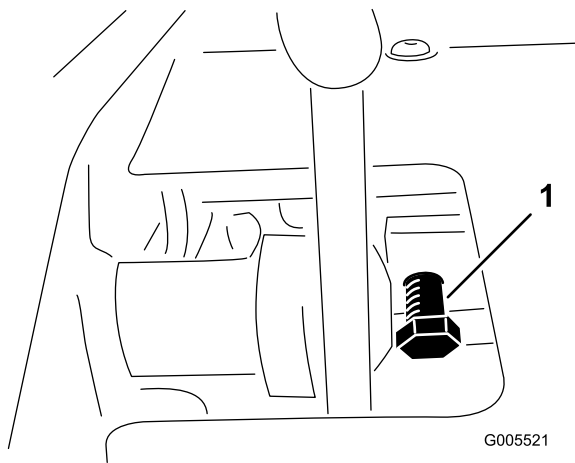

Bild 54
1. Lösen Sie die Klemmmutter an der Pedalsperrschraube (Bild 54).